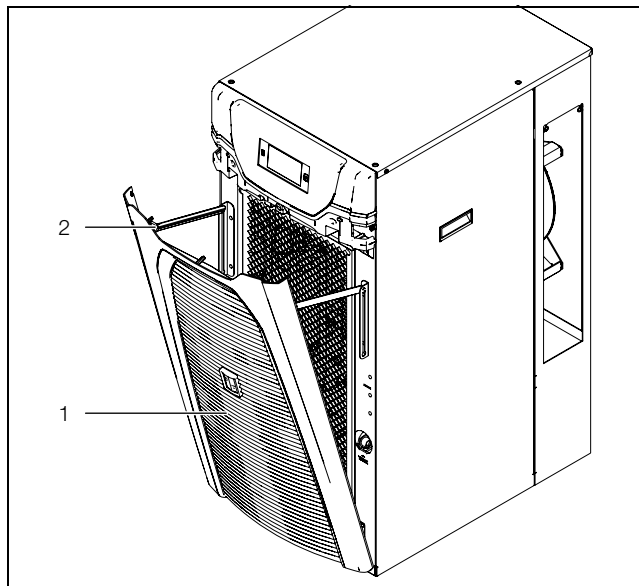

Imagen 38: Abertura de la rejilla 3334400 y 3334450
- Tire hacia delante la rejilla por debajo del embellecedor (imagen 38, pos. 1).